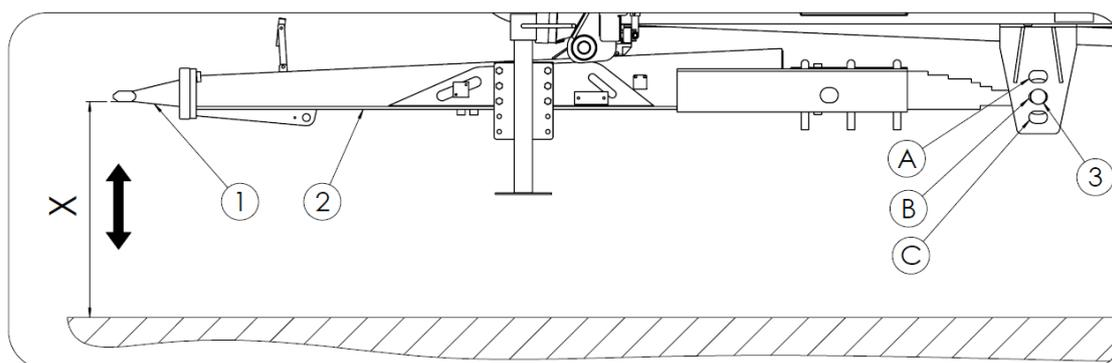

Figure 19. Position du timon par rapport au sol
L'épandeur assemblé en usine ne peut être raccordé qu'au timon d'attelage inférieur du tracteur. L'attelage (2) permet de modifier la hauteur de l'anneau du timon (1) par rapport au sol – Figure 19. Ceci est réalisé en changeant la position de la goupille élastique (3) du trou de fixation (B) à (A) ou (C). Le timon est réglé à la bonne hauteur en mettant l'épandeur à niveau, ce qui assure une répartition uniforme du poids de l'épandeur sur l'essieu. Après avoir accouplé l'épandeur, vérifiez que l'épandeur est correctement nivelé, avec et sans charge. Si nécessaire, repositionnez l'axe du ressort dans le trou (A) ou (C) selon le cas.